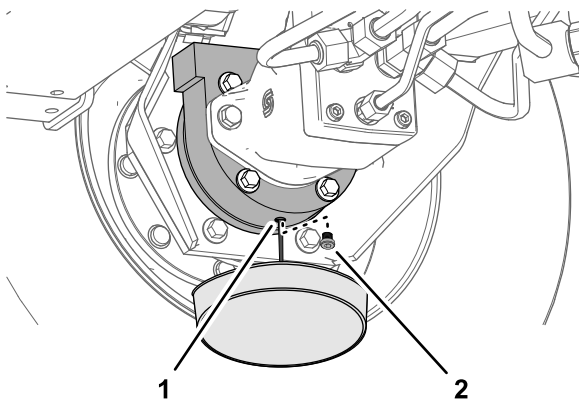

Рисунок 107
- Подставьте сливной поддон под корпус тормоза, снимите пробку сливного отверстия и дайте маслу полностью стечь (Рисунок 107).